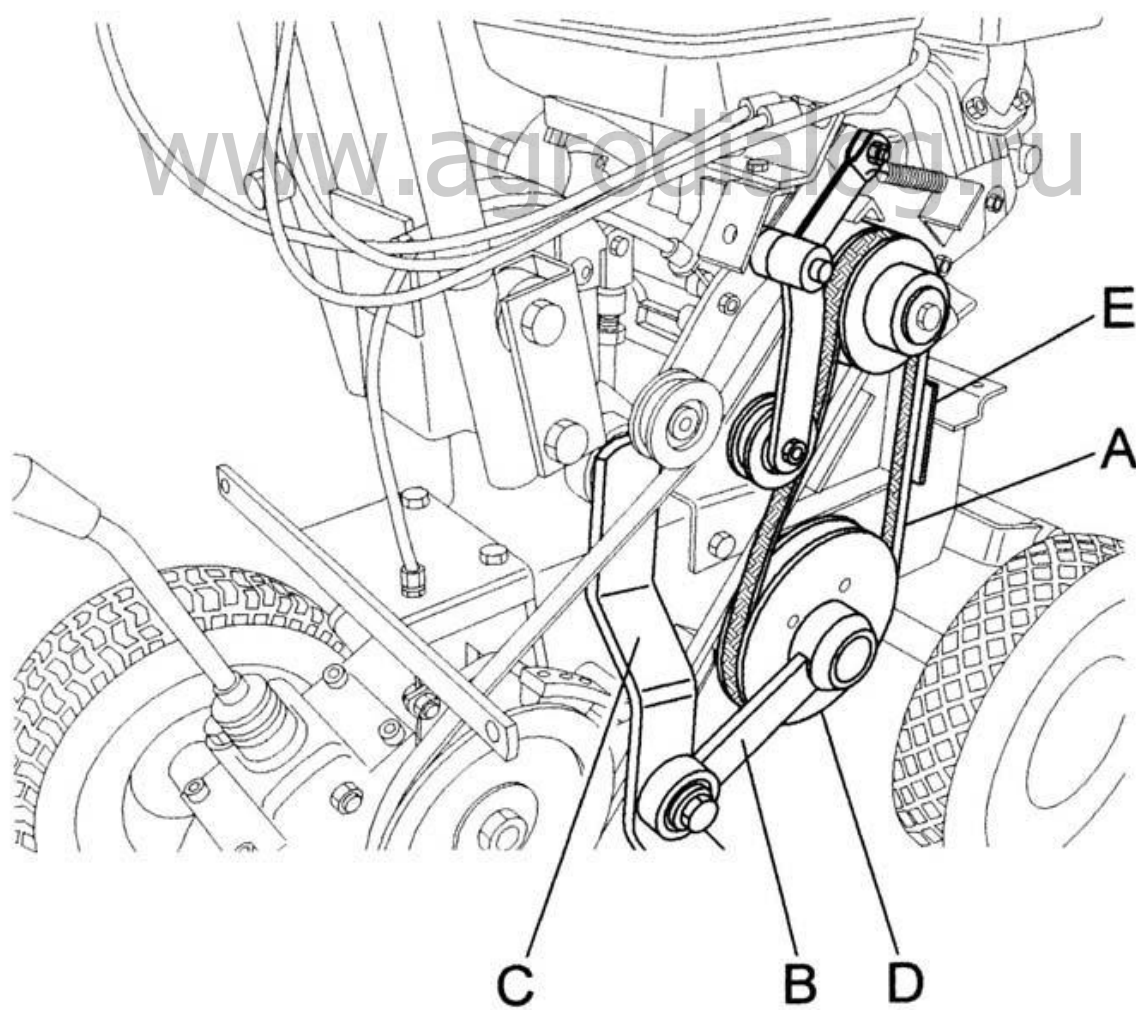

Рисунок 7
Отсоедините шатун (рис. 7, поз. В) сняв гайку и ослабив винт, которые прикрепляет его к рычагу (рис. 7, поз. С)
- После отсоединения шатуна, ремень может соскользнуть (рис. 7, поз. А) повернув вручную соответствующий нижний шкив против часовой стрелки (рис. 7, поз. D).
- Затем убедитесь, что пояс установлен правильно с помощью соответствующего рычага контроля ножей. Когда этот рычаг опущен, а ремень максимально натяжен, расстояние между ремнем и соответствующими направляющими ремня (рис. 7, поз. Е) должно быть приблизительно 2 мм.